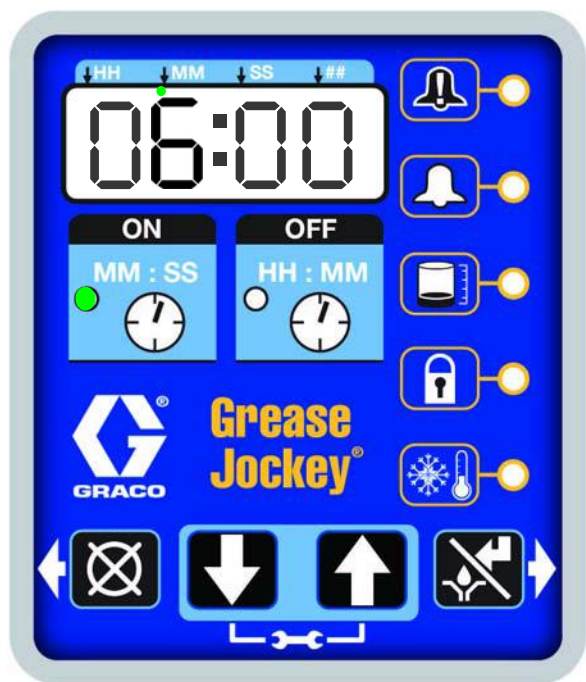

Рис.30
- Когда счетчик времени простоя (ВЫКЛ) достигнет нуля, насос включится и начнет выполнение запрограммированного цикла работы (ВКЛ) (Рис.30).
- В примере на Рис.30 показано, что рабочее время (ВКЛ) до завершения смазочного цикла составляет 6 минут.